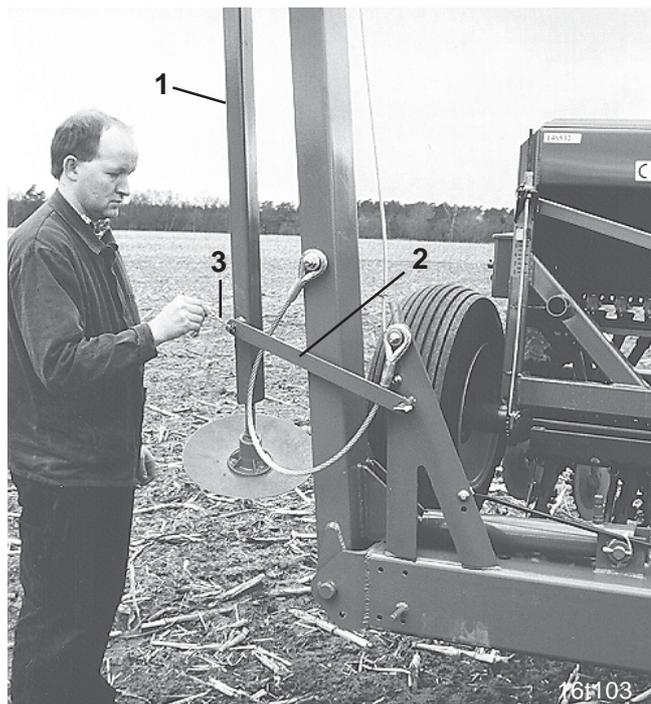

Рис. 4.14
- крепко возьмите кронштейн маркера (Рис. 4.14/1) и проверните вниз крепежную серьгу (Рис. 4.14/2) после снятия откидного шплинта (Рис. 4.14/3).
После снятия крепежной серьги (Рис. 4.14/2) кронштейн маркера можно легко наклонить в сторону.